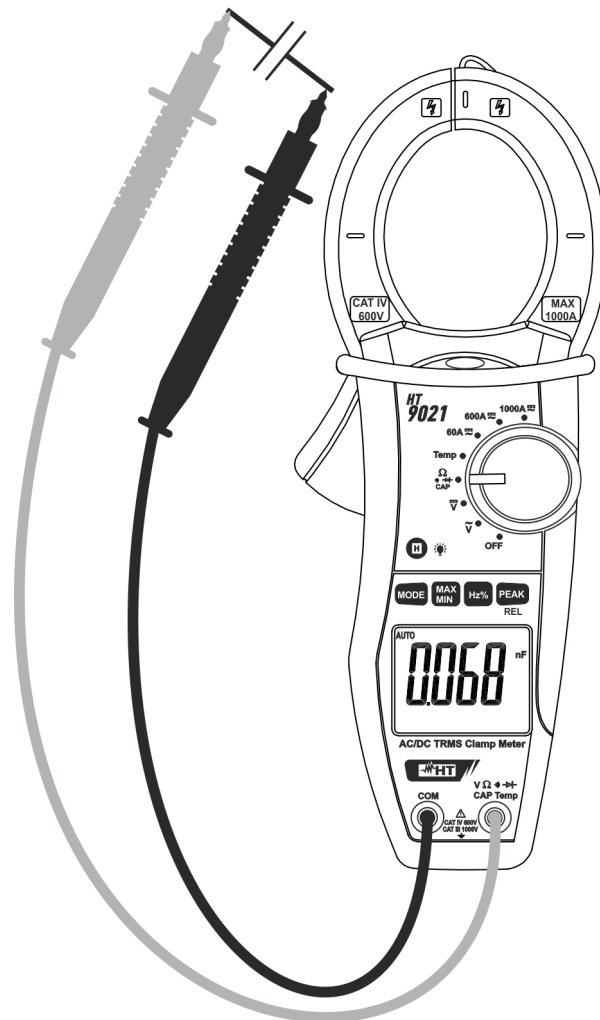

Fig. 7: Uso della pinza per misura di Capacità
4. Posizionare i puntali nei punti desiderati del circuito in esame (Fig. 7). Il valore della capacità verrà visualizzato sul display. Nella misura di capacità la barra grafica analogica è disattivata